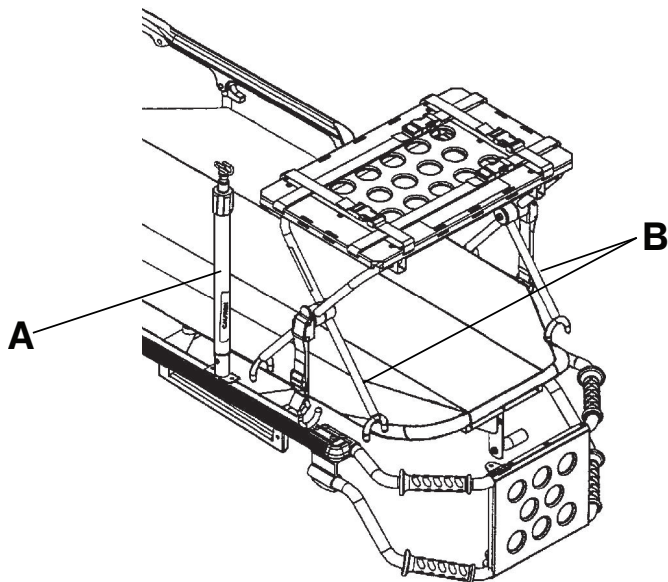

Figur 24 – Opbevaringsposition
1. Sæt defibrillatorplatformen i opbevaringsposition (Figur 24).